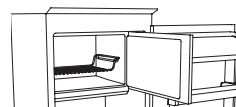
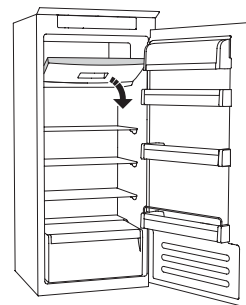

figura 1
figura 2
La ventola è preimpostata come ATTIVA. Per disattivare/riattivare la ventola procedere come segue. Premere il pulsante luce come indicato in figura 2: la luce si spegnerà. Senza rilasciare il pulsante luce, tenere premuto anche il pulsante "TEMP" come indicato in figura 3: la luce lampeggerà 1 sola volta se la ventola è stata disattivata (OFF), oppure lampeggerà 3 volte se la ventola è stata attivata (ON). Se la temperatura ambiente supera i 27°C o se sui ripiani in vetro sono presenti gocce d'acqua, è indispensabile che la ventola sia attiva per garantire la corretta conservazione degli alimenti. La disattivazione della ventola consente di ottimizzare i consumi energetici.
- posizionare gli alimenti sulla griglia, se presente (figura 1), oppure direttamente sul fondo del comparto (figura 2)
- Mettere gli alimenti nel mezzo del comparto *** ** *** senza che questi vengano a contatto con quelli già congelati, mantenendo una distanza di circa 20 mm (figura 1 e 2).
STOP FROST SYSTEM (disponibile a seconda del modello) consente di facilitare le operazioni di sbrinamento del comparto congelatore. L'accessorio STOP FROST (figura 1) è ideato per raccogliere parte della brina che si forma nel comparto congelatore ed è facile da rimuovere e da pulire, riducendo in questo modo il tempo necessario per sbrinare l'intero comparto congelatore.
- Aprire la porta del comparto congelatore ed estrarre il cassetto superiore (figura 2).